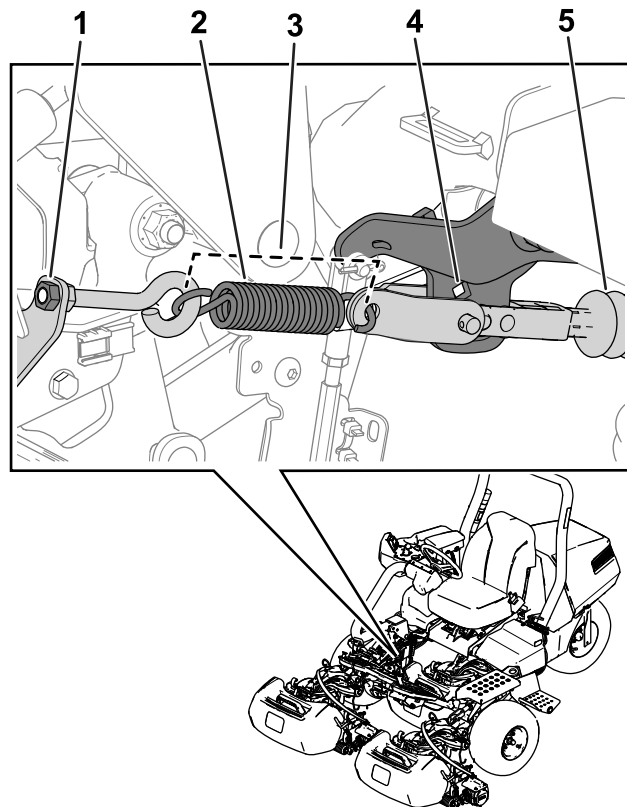

Figur 23
1. Bruk sylinderbolten og hårnålssplintene du fjernet tidligere, til å feste bremseaktuatoren til den nedre monteringsplaten (Figur 23).